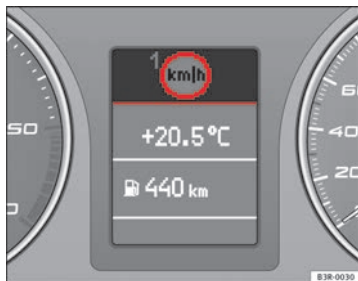

Fig. 56 Pantalla: Aviso sobre la velocidad
El dispositivo de aviso sobre la velocidad advierte al conductor cuando éste sobrepasa una velocidad máxima programada previamente. En cuanto la velocidad del vehículo sobrepase en unos 10 km/h la velocidad programada, se emite una señal acústica de aviso. Al mismo tiempo aparece un símbolo de advertencia en la pantalla digital $\Rightarrow$ fig. 56.
El símbolo del dispositivo de aviso sobre la velocidad en la pantalla  del límite de aviso 1 $\Rightarrow$ fig. 56 se visualiza si se supera la velocidad máxima programada. Se apagará de nuevo cuando la velocidad del vehículo sea inferior a la velocidad máxima programada.
- Pulse la tecla CHECK hasta que aparezca el símbolo ⇒ fig. 56.